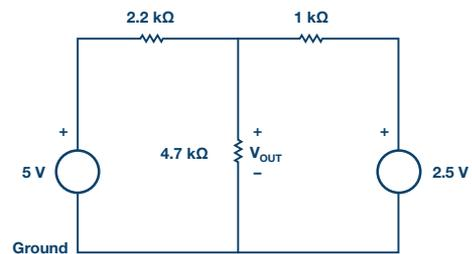

图3. 带两个电压源的电路。
- ▶ 2. 叠加定理规定，可以通过把各个独立源导致的个别响应相加，获得有多个独立源的线性电路（如图3所示电路）的响应。
- ▶ a) 构建图3所示电路。测量并记录通过4.7 k Ω 电阻的电压。
- ▶ c) 将第1a至第2b步的响应加起来，算出图3所示电路的总响应 V_{OUT} 。将计算所得结果与第2a步的测得值进行比较。解释为何存在差异。